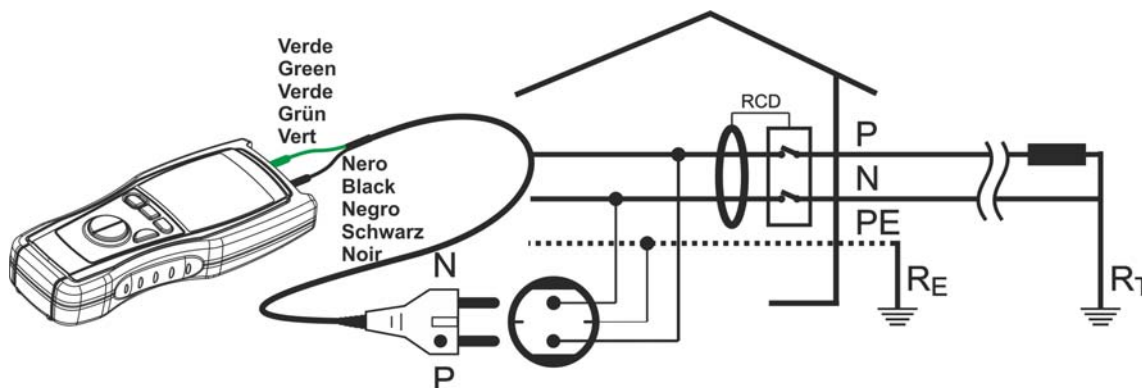

Fig. 13 : Connexion des bornes de l'instrument dans l'essai R_a
6. Connecter la borne verte de l'instrument au conducteur de protection (terre) et le conducteur noir au câble de phase (voir Fig. 13).